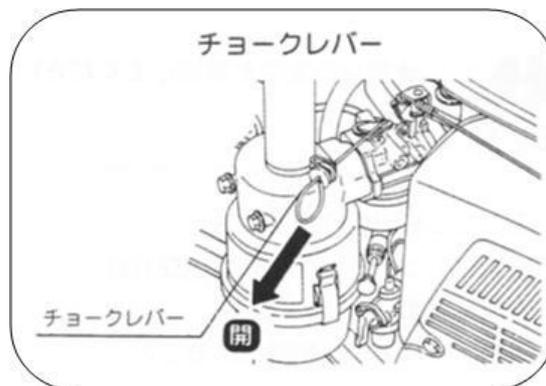

図7
④チョークレバーを引きます。(図7)
⑦チョークレバーを押し戻す。(図7)